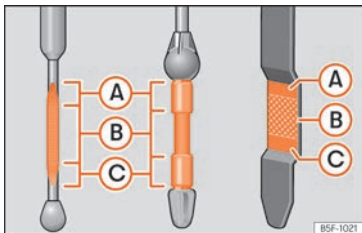

Abb. 221 Ölmesstab
- Den Messstab anschließend wieder herausziehen und den Ölstand ablesen »» Abb. 221. Füllen Sie gegebenenfalls Motoröl nach.
- Wenn der Ölstand mindestens den Bereich » **Abb. 221**  erreicht hat, vorsichtig den Deckel des Einfüllstutzens aufschrauben » .
Liegt der Ölstand über dem Bereich » **Abb. 221** , starten Sie den Motor bitte nicht. Dies könnte zu einer Beschädigung
Der Ölstand darf keinesfalls über dem Bereich » **Abb. 221**  stehen, andernfalls könnte Öl über die Entlüftung der Motorölwanne angesaugt werden und über die Abgasanlage in die Atmosphäre gelangen.